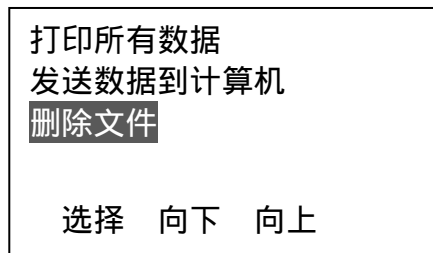

图 33
- d. 按  $\leftarrow$  键进入，按  $\leftarrow$  或  $\rightarrow$  键将光标移至删除文件，如图 33：